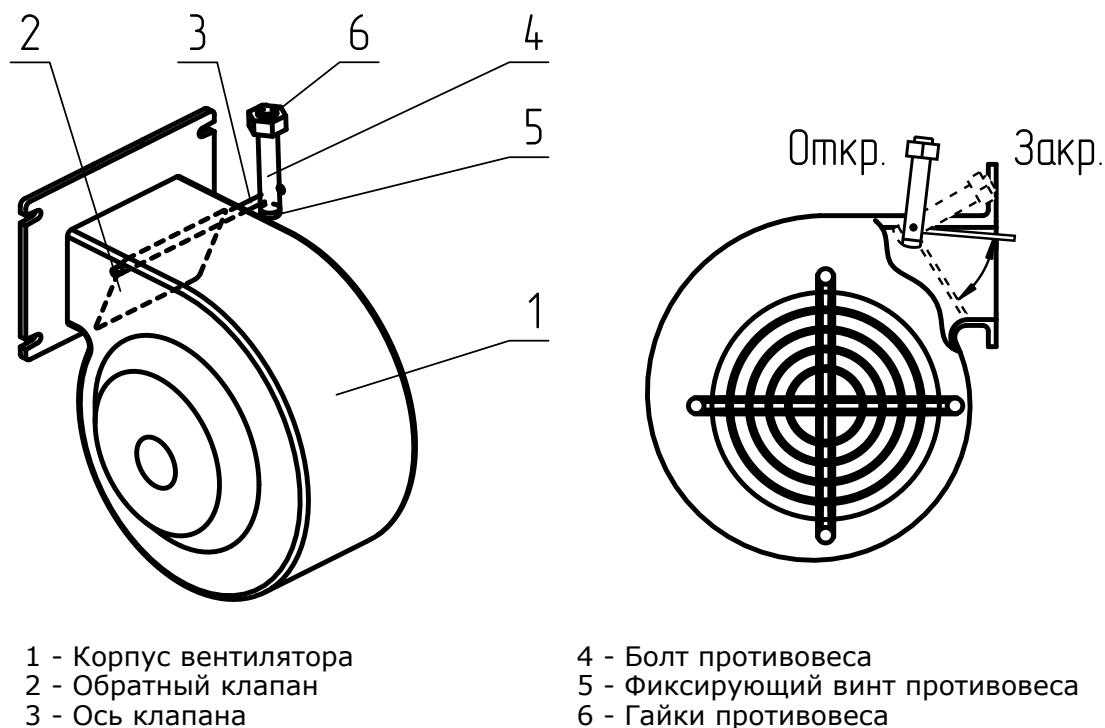

Рис.6 Вентилятор наддува
5.6. Вентилятор наддува (Рис.6) состоит из корпуса (Рис.6 поз.1), обратного клапана (Рис.6 поз.2), который имеет два положения, открыто и закрыто, оси клапана (Рис.6 поз.3), болта противовеса (Рис.6 поз.4) с фиксирующим винтом (Рис.6 поз.5) и гайками (Рис.6 поз.6).